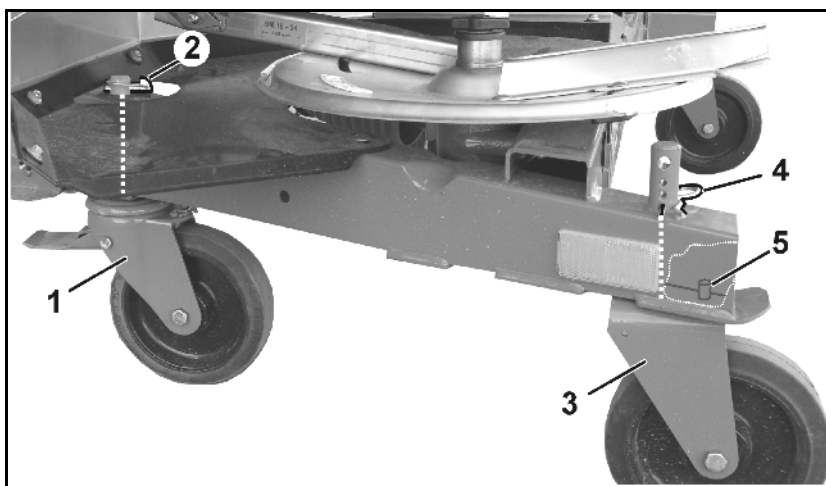

Fig. 43
5. Styrbare bremsruller (Fig. 43/1) foran
- o Monter, og foretag sikring med split (Fig. 43/2), eller
6. De faste ruller i bag (Fig. 43/3)
- o Monter, og foretag sikring med fjederstik (Fig. 43/4) i de nederste frigøringsboringer, eller
Når de faste ruller monteres, skal du sikre, at boltene (Fig. 43/5) går gennem boringen i rammen og dermed holder rullerne i længderetningen.